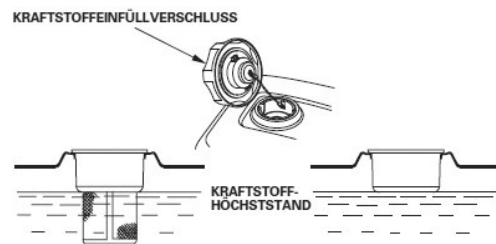

Abb. 26: Tanken
Schritt 1: Die Flügelmutter (Abb. 26, Pos. 2) lösen, den Luftfilterdeckel entfernen und den Filtereinsatz (Abb. 26, Pos. 3) herausnehmen.